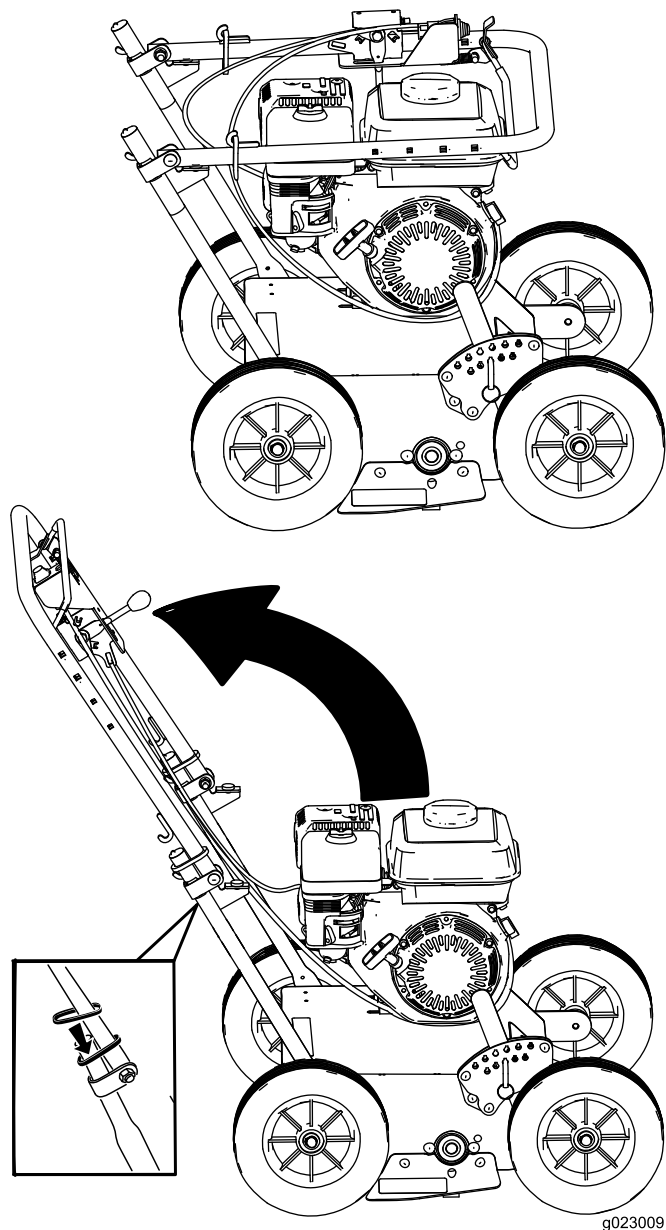

Figure 4
1. Haussez le guidon jusqu'en position d'utilisation (Figure 4).
2. Sur chaque côté du guidon supérieur, faites glisser les bagues de verrouillage ovales vers le bas sur le guidon inférieur (Figure 4) et verrouillez ensemble les segments de guidon.